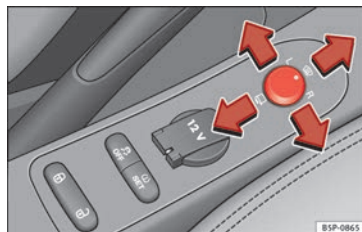

Fig. 73 Comando dos retrovisores exteriores.
- Rodar o botão giratório » **Fig. 73** para a posição **L** (**espelho retrovisor esquerdo**).
- Gire o comando para a frente » **Fig. 73**, para que os retrovisores térmicos aqueçam e a função de vidro para-brisas aquecível* na zona de repouso das escovas, fique ativa » **Página 90**.
- Rodar o comando » **Fig. 73** até à posição  para rebater os retrovisores exteriores. Para evitar danos no veículo, deve recolher os retrovisores exteriores sempre que o veículo entre numa lavagem automática.